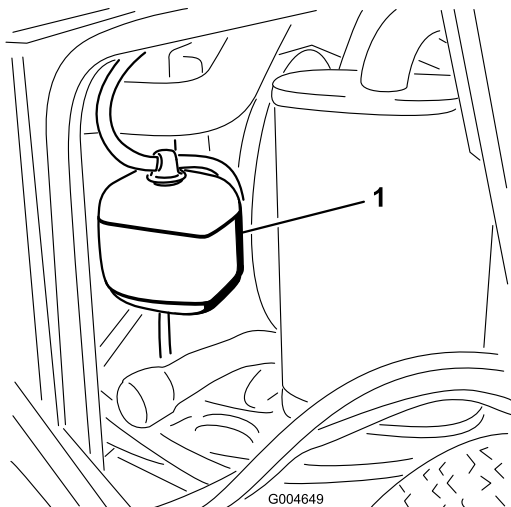

Figura 66
1. Compruebe el nivel de refrigerante en el depósito de expansión (Figura 66). El nivel del refrigerante debe estar entre las marcas en el lateral del depósito.